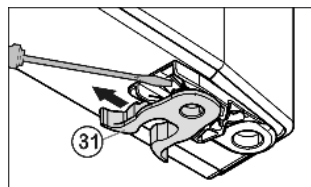

Fig. 7
- ▶ Flytta fjäderklämman *Fig. 7 (31)*: Tryck ner spärrhaken, drag bort fjäderklämman.